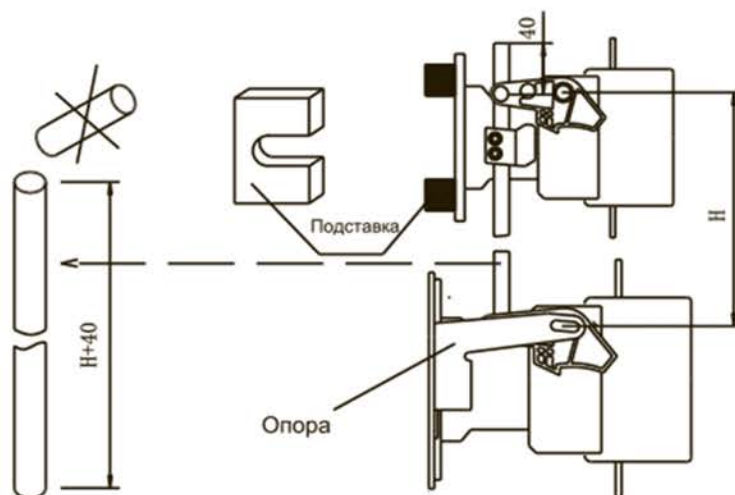

Рисунок 7
2. 2. 1. 1 При вертикального креплении надо устанавливать контактор с меньшим током сверх контактора с большим током. После установки можно разрезать часть, который длиннее "H+40", см. рисунок 7.
2. 2. 1. 2 При сборки реверсивных контакторов вертикального крепления, использующих NC2-115-225 и NC2-265-800, необходимо установить подставку под NC2-115~225, см. рисунок 7.